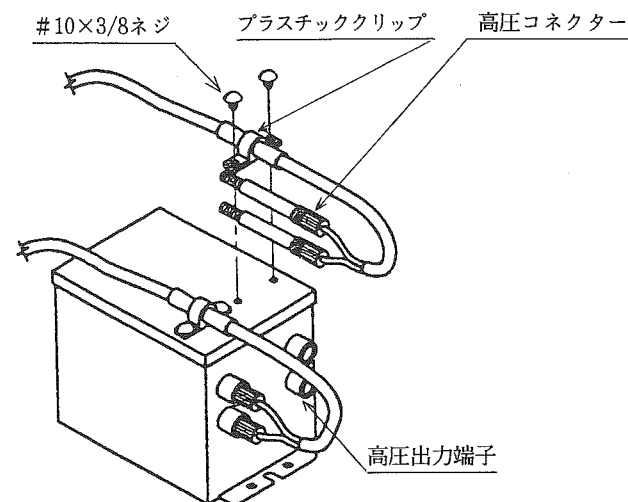

図2. プラスチッククリップの取付および高圧コネクターの接続
- ① ガンケーブル末端にある透明チューブの中央に付属のプラスチッククリップを取り付けます。パワーユニット上部にあるネジ穴にプラスチッククリップを合わせます。付属の2本の黒色#10×3/8ネジでプラスチッククリップを取り付けて下さい。
- ② ガンケーブル末端の高圧コネクターをパワーユニットの出力端子の中に入れ、指でしっかりと締めて下さい。プライヤー等の工具を使用すると破損の恐れがあります。
- ③ コネクターの差し込み位置は、図2のようにプラスチッククリップを取り付けた側の縦一列のコネクターに接続して下さい。